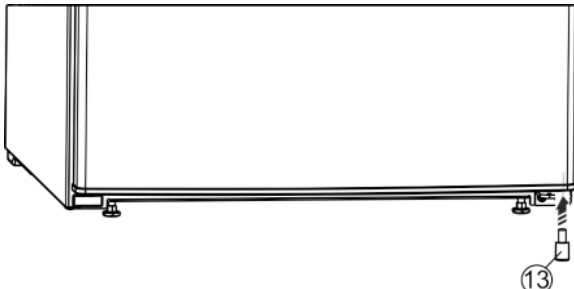

Fig. 8
- ▶ Dištančný diel Fig. 8 (13) nasadíte znovu vpravo dole do dverí, pretože je to dôležité pre stabilitu zariadenia.